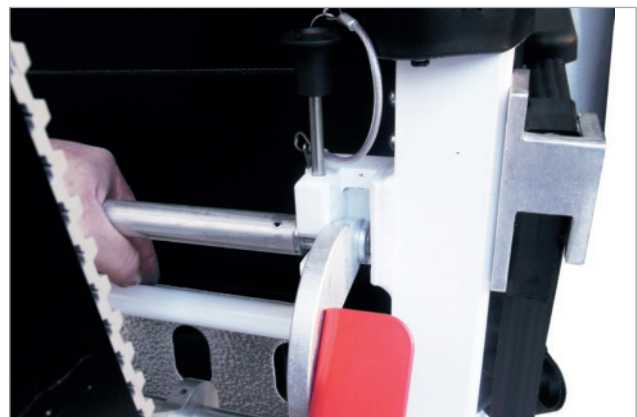
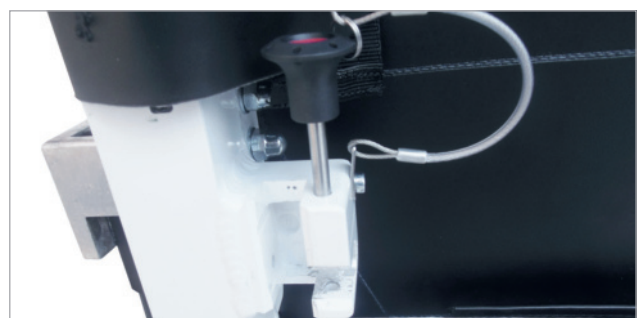

Abb. PT3 Gelöster Sicherungsbolzen
Abb. PT4 Sicherungsbolzen
- Halten Sie nun die obere Sicherungsstange fest, drücken Sie die Sicherungsstange gleichzeitig ein wenig gegen den Tragstuhl und lösen Sie die oberen Sicherungsbolzen (Abb. PT3). Zum Lösen der oberen Sicherungsbolzen, drücken Sie den Sicherungsknopf des Sicherungsbolzen ein und ziehen Sie den Sicherungsbolzen heraus. Ziehen Sie die Sicherungsbolzen nur so weit heraus, bis die obere Sicherungsstange nicht mehr durch die Bolzen gesichert ist. Dies ermöglicht eine einfachere Wiederanbringung des PowerTraxx Systems (Abb. PT4).